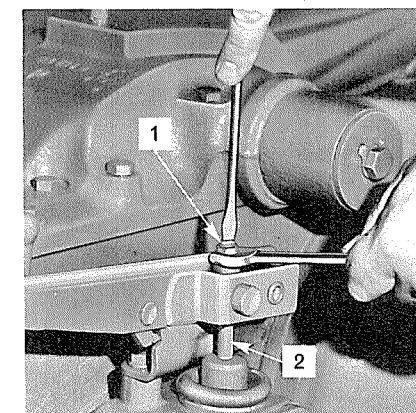

Figure 70 Réglage du frein à main
2. empêcher l'écrou de verrouillage de réglage de tourner; ceci grâce à une clé plate. Figure 70.